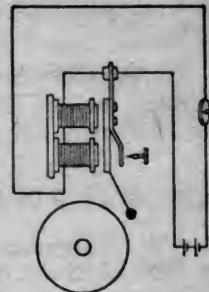

Abb. 72
c) Führe bei der elektrischen Klingel den einen Leitungsdraht in der üblichen Weise zur Klemmschraube, den anderen unmittelbar an den Anker, wie es Abb. 72 zeigt! Warum ertönt statt des fortwährenden Rassels nur ein einzelner Glockenschlag? Gib durch Öffnen und Schließen des Stromkreises Zeichen!